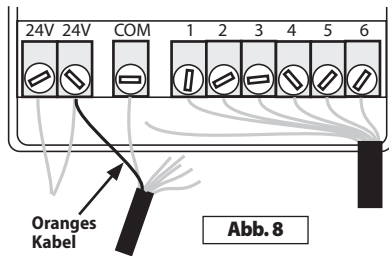

Abb. 8
Schließen Sie das schwarze Kabel des SMRT-Y an die Masseklemme 'COM' an. Entfernen Sie das markierte Zonenkabel von der Klemme und verbinden Sie es mit dem roten Kabel des SMRT-Y. Schließen Sie das grüne Kabel des SMRT-Y an die Klemme an, aus der Sie das Zonenkabel entfernt haben. Schließen Sie das orange Kabel des SMRT-Y an die Stromversorgung 24 V~ bzw. die Klemme des Transformators an (siehe Abb. 8).
- Schließen Sie das orange Kabel des SMRT-Y an eine der Klemmen '24V' des Steuergeräts an. Um die korrekte Klemme zu ermitteln, berühren Sie nacheinander jede der 24 V-Klemmen mit dem orangenen Kabel (das Netzteil des Steuergeräts ist dabei eingesteckt). Verwenden Sie die Klemme, bei der die Anzeige des SMRT-Y aktiviert wird (siehe Abb. 8).